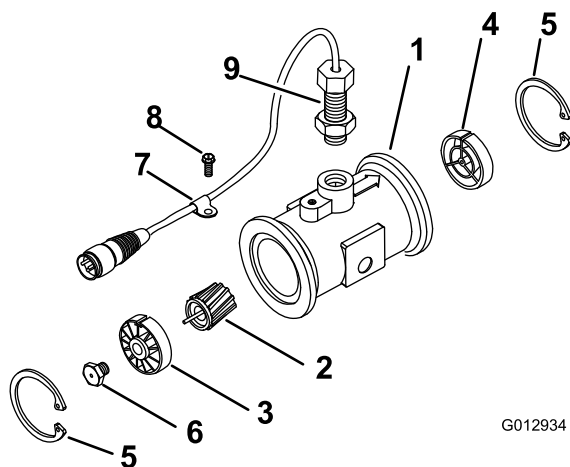

Figura 47
3. Retire el anillo de sujeción del lado “aguas arriba” (Figura 47).